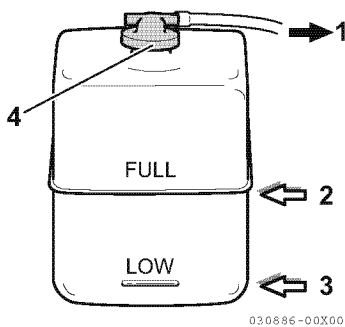

Figura 12
5. Compruebe el nivel de refrigerante del depósito. El nivel debe encontrarse en la marca FULL (lleno) (**Figura 12, (2)**). Añada refrigerante si fuera necesario.
6. Retire la tapa del depósito (**Figura 12, (4)**) para añadir refrigerante si es necesario. No añada agua.
8. Compruebe el manguito de goma (**Figura 12, (1)**) que conecta el depósito con el depósito de refrigerante / intercambiador de calor. Cámbielo si está dañado.